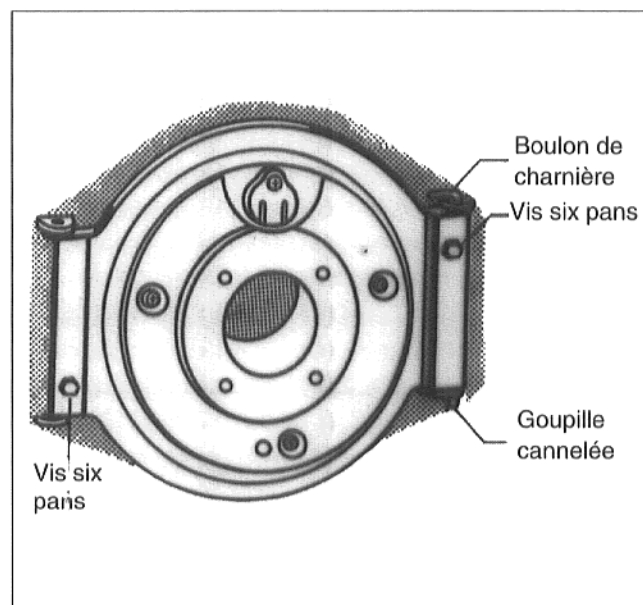

Fig. 5
- Ouvrir la porte et retirer le boulon de la charnière (figure 5)
- Déplacer de droite à gauche la goupille cannelée située dans le bas de la porte brûleur (figure 5).
- Fermer la porte brûleur et visser à l'aide de vis à six pans creux, couple de serrage 10, maxi 15 Nm. (fig. 5).